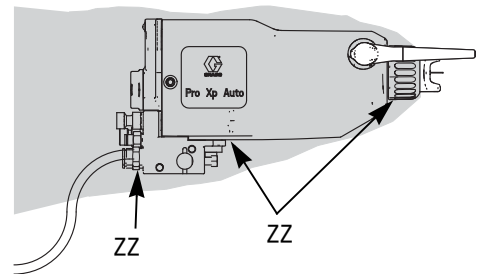

图 12. 检查是否有漏液
作业期间, 定期检查喷枪保护罩 (ZZ) 的所有开口, 看是否存在流体。参见图 12。这些区域的液体表明有液体泄漏到保护罩内, 这可由液体管连接处的泄漏或液体密封泄漏引起。